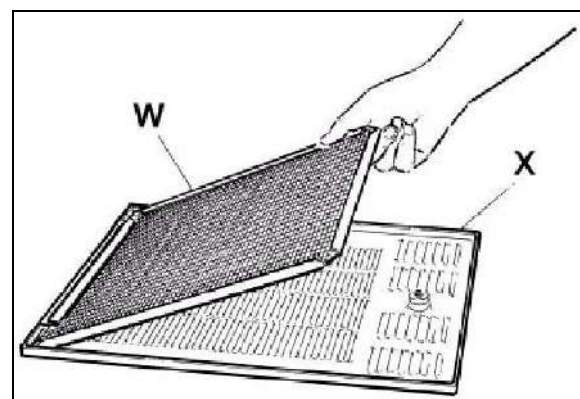

Fig. 27
- Rimuovere il filtro del condensatore W e pulire quest'ultimo con acqua o con un aspirapolvere (vedi fig.27).